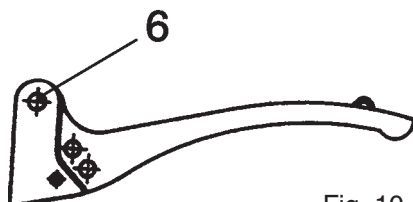

Fig. 10
5. Verificar que a fixação dos parafusos 6 não seja excessiva, quer dizer, tal a impedir o regresso da manete; se for necessário afrouxar (Fig. 10).